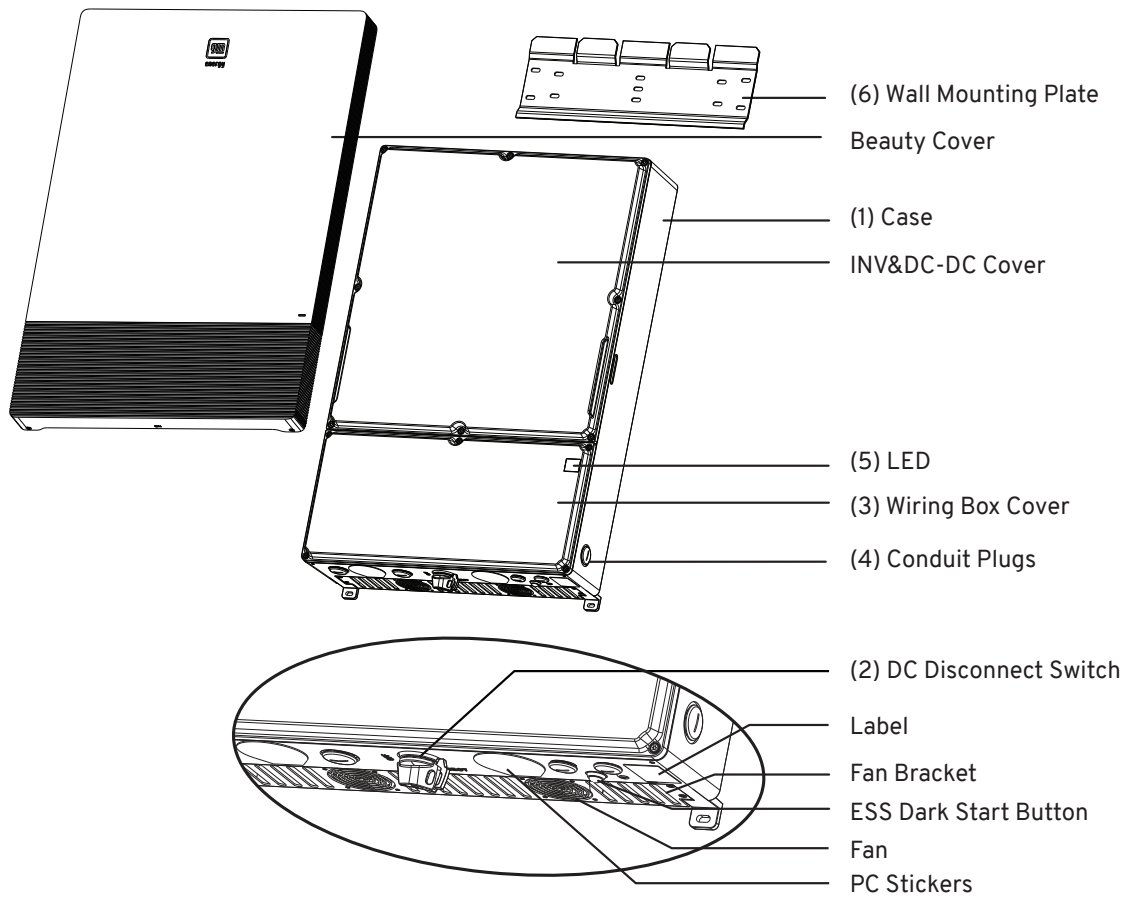

Figure 2: Exterior view of GM Energy Inverter main components
- The upper powerhead section (see figure 2) contains no user-serviceable parts. For all service and maintenance, the GM Energy Inverter should be returned to an Authorized Service Center.
- La partie supérieure du balai (voir figure 2) ne contient aucune pièce réparable par l'utilisateur. Pour toute opération d'entretien et de maintenance, l'onduleur doit être renvoyé à un centre d'entretien agréé.